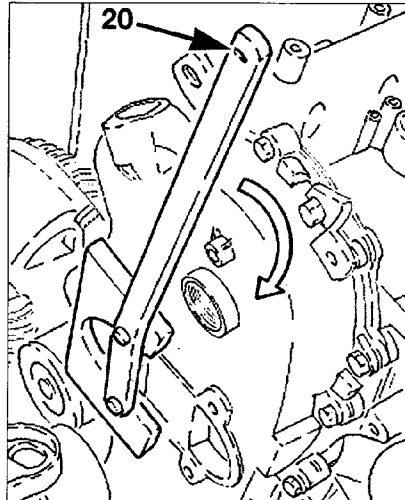

FIG. 31
- Útil de tensión del tensor hidráulico de cadena (ref. Fiat: 1 870 900 400) (fig. 31).
- Echar hacia atrás el pistón del tensor hidráulico de cadena de distribución con un útil adaptado (20) o el útil Fiat (ref. 1 870 900 400) desde la trampilla de registro (fig. 31).
- Aflojar el pistón del tensor de cadena con el útil asegurándose que haga un buen contacto con el patín (fig. 31).